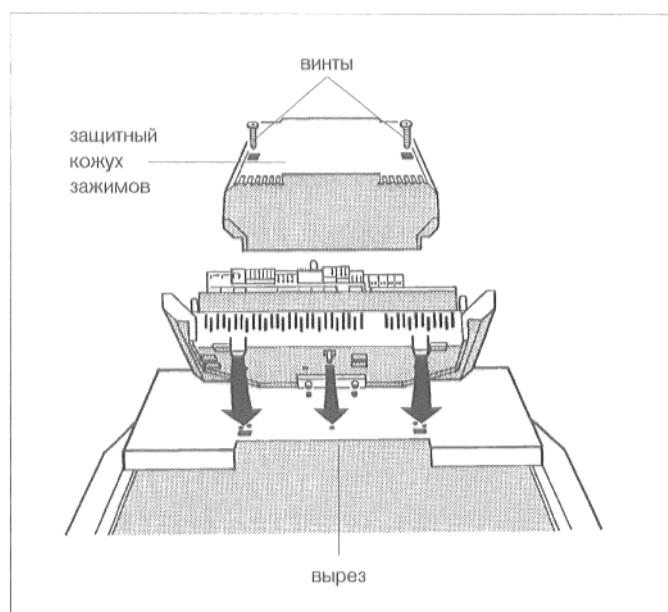

Рис. 13: открыть и насадить систему регулирования 2000
- Вывинтить два винта защитного кожуха зажимов регулятора. Снять защитный кожух зажимов (рис. 13 или 14).
При этом, проложить капиллярные трубы датчиков температуры и, при "Ecomatic"-регулировании, провод датчика температуры котельной воды через вырез в переднем кожухе котла (рис. 13 или 14).
- Тянуть регулятор в направлении вперед, при этом слегка давить регулятор вниз, пока эластичные крючки не войдут в задние отверстия (рис. 13 или 14).